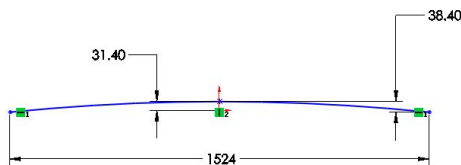

图 7-167 绘制草图
(1) 启动中文版 SolidWorks 2011, 单击【标准】工具栏中的  【新建】按钮, 弹出【新建 SolidWorks 文件】对话框, 单击【零件】按钮, 单击  【确定】按钮。
(2) 选择【文件】|【另存为】菜单命令, 弹出【另存为】对话框, 在【文件名】文本框中输入“07 面板”, 单击【保存】按钮。
(3) 单击【特征管理器设计树】中的【前视基准面】图标, 使右视基准面成为草图绘制平面。单击【标准视图】工具栏中的  【正视于】按钮, 并单击【草图】工具栏中的  【草图绘制】按钮, 进入草图绘制状态。单击【草图】工具栏中的  【圆弧】按钮和  【智能尺寸】按钮, 绘制草图并标注尺寸, 如图 7-167 所示。